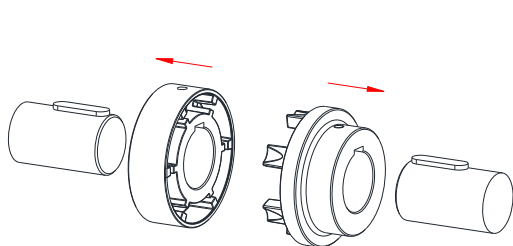

Bild 6: Montering av navet
- Montera kuggkams- och fickdelen på driv- och kraftuttagssidans axel (se bild 6).
- Montera fickdelen på kraftuttagssidans axel (se bild 6).